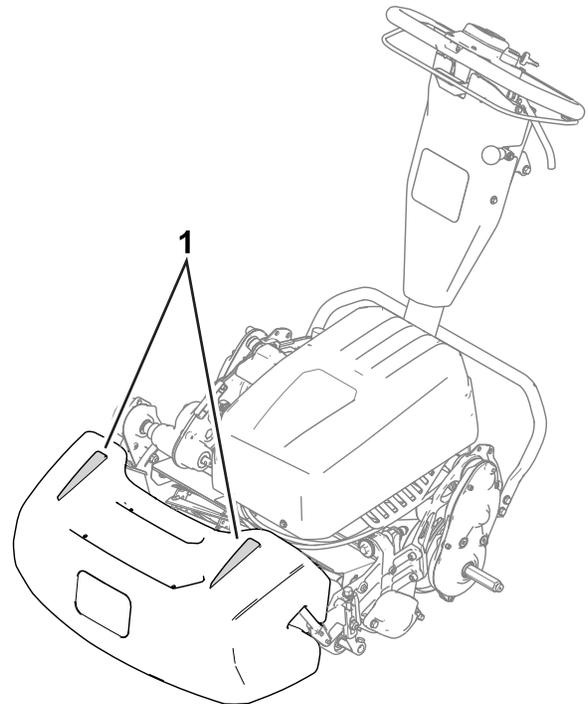

Bild 25
- Verwenden Sie die Ausrichtungstreifen am Grasfangkorb (Bild 25), damit Sie in einer möglichst geraden Linie über die Grünfläche fahren und einen gleichmäßigen Abstand zum zuvor gemähten Rasenstück einhalten.